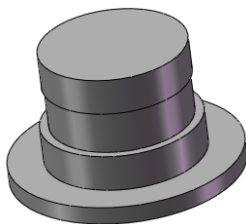

图 4-37 零件素材
- 01 打开素材库“第4章/4-4 旋转切除.sldprt”文件，零件如图 4-37 所示。